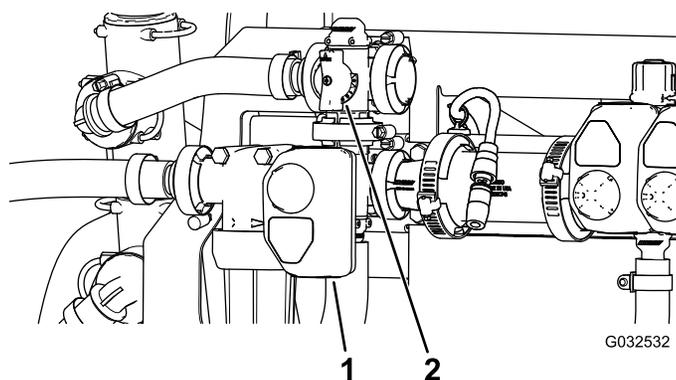

图50
10. 调整搅拌阀背面的搅拌旁通阀（图50），直至打药车系统压力读数为 689kPa（100psi）。